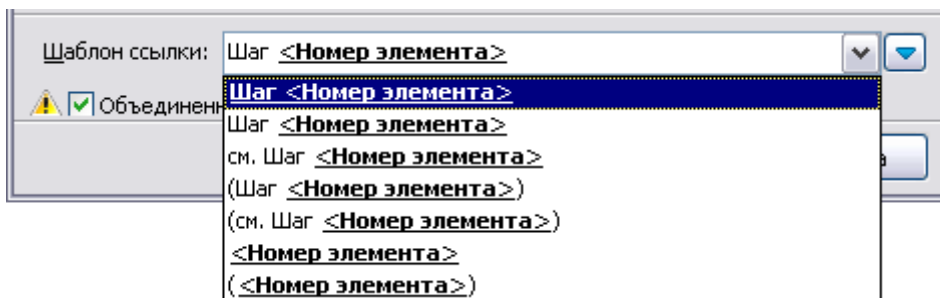

Рис. 3.218
7. В поле ввода **Шаблон ссылки:** выберите из раскрывающегося списка тип надписи для ссылки (Рис. 3.218).